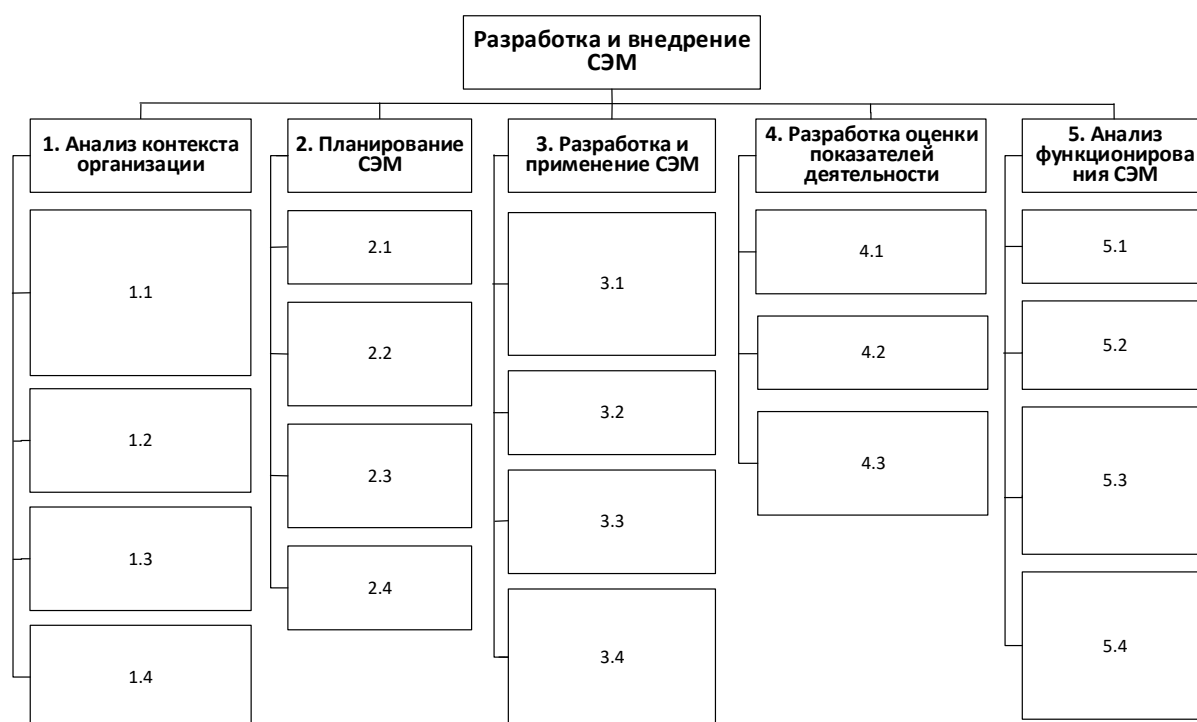

Рисунок 16.1 - Дерево процессов и подпроцессов разработки и внедрения СЭМ
Заполнить графическую модель дерева процессов и подпроцессов разработки и внедрения СЭМ (Рисунок 16.1).
3. Оформить отчет о выполнении практического задания в соответствии с требованиями к оформлению практических заданий (отчет включает титульный лист и заполненную таблицу 16.1 и заполненную графическую модель дерева процессов и подпроцессов разработки и внедрения СЭМ (Рисунок 16.1) и защитить его у преподавателя.